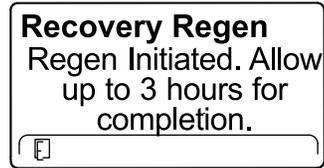

Figura 59
6. L'InfoCenter visualizza il messaggio relativo al tempo di completamento (Figura 59).